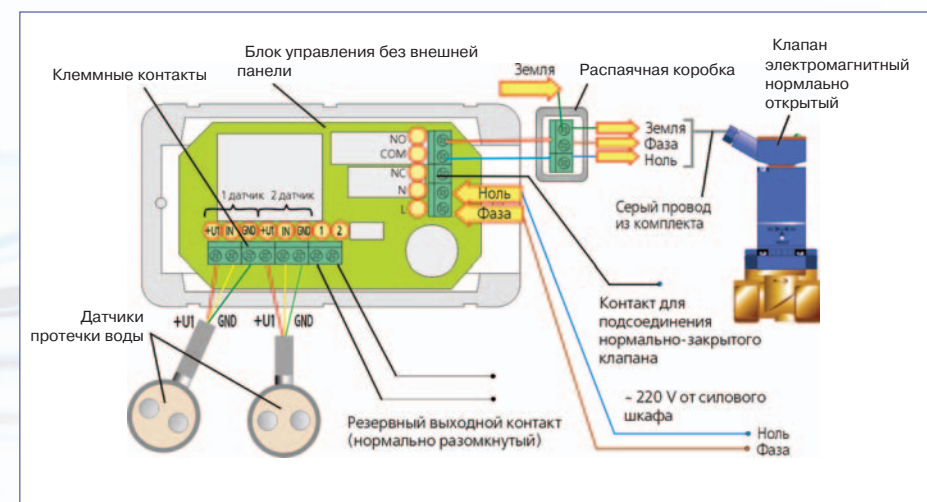

Рис. 10 Схема подключения к блоку управления Нептун-Стандарт датчиков протечки воды и клапанов электромагнитных.
Напряжение питания на блок управления и электромагнитный клапан должно быть подано из силового шкафа и обязательно через УЗО (на 30 мА). К блоку управления подвести фазу и ноль согласно схеме подключения (рис. 10). Электромагнитный клапан подключается к блоку управления специальным кабелем, входящим в комплект поставки.
- выполните соединение проводов в соответствии со схемой (рис. 10).